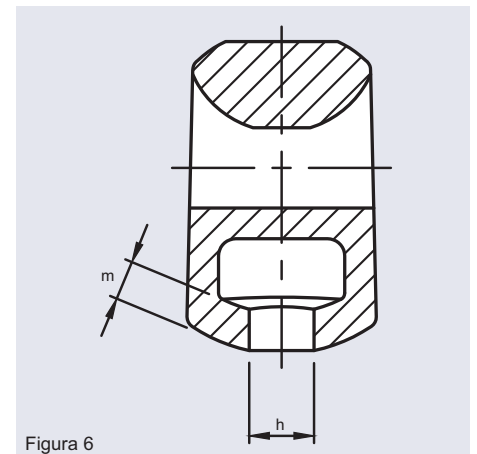

Figura 6
- también será motivo de sustitución cuando se alcancen o rebasen las medidas de desgaste permitidas (Tabla 3 y Figura 6).